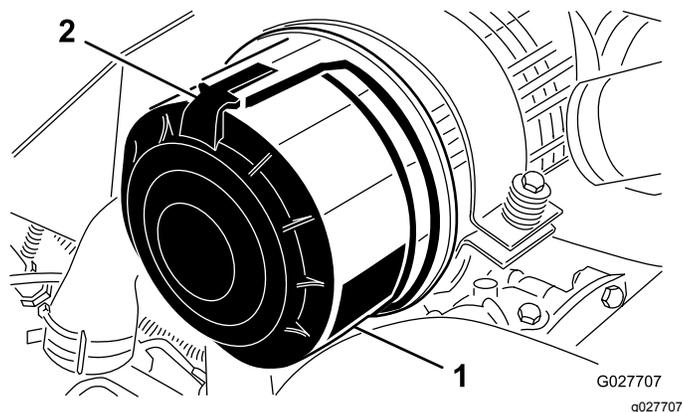

図 61
1. エアクリーナのカバーをボディに固定しているラッチを外す(図 61)。